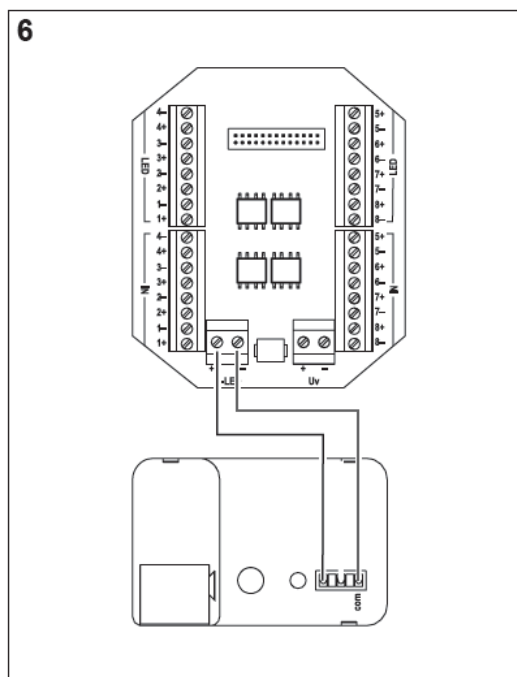

Figura 6
- Guiar el conductor de la salida **A1** al borne **+** de los bornes de conexión **B-LED** en el adaptador (figura 6) y apretar el borne roscado.